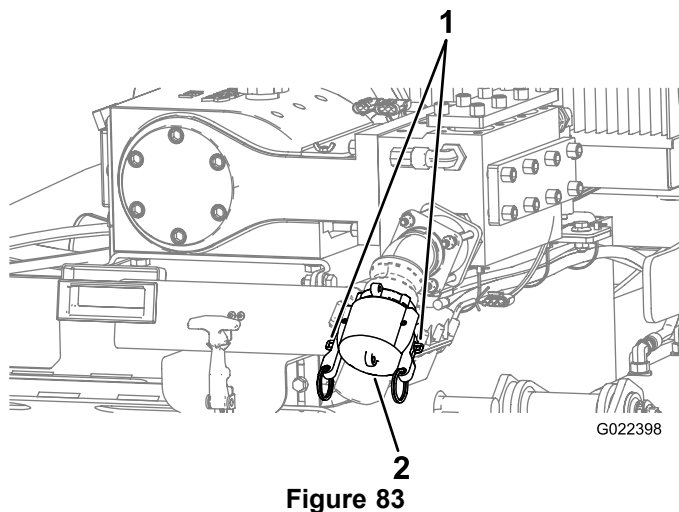

Figure 83
1. Levez les leviers de verrouillage à came sur le bouchon d'entrée de la pompe et déposez le bouchon (Figure 83).